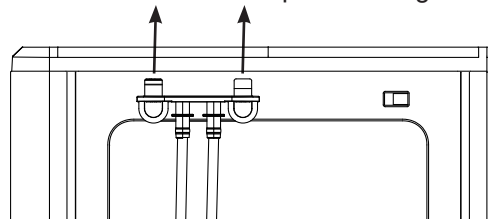

Figura 5
10. Desenganche la parte superior de las mangueras de drenaje sobre la parte trasera de la unidad. Consulte la figura 5.